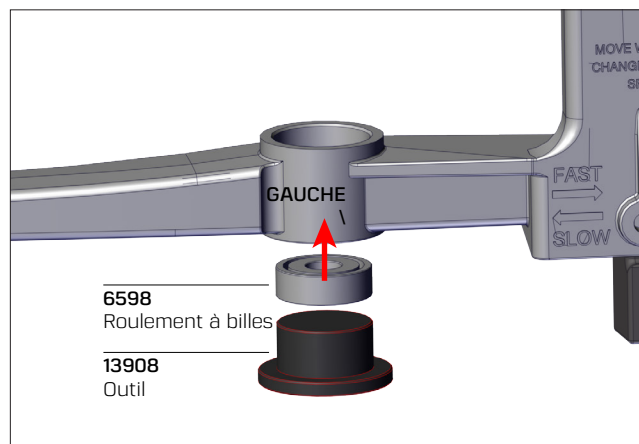

Fig. 12.
- A. Depuis le côté extérieur du moyeu de palier du bras d'entraînement GAUCHE, insérez le roulement à billes n° **6598** suivi de l'outil n° **13908** comme illustré à la Fig. 12.